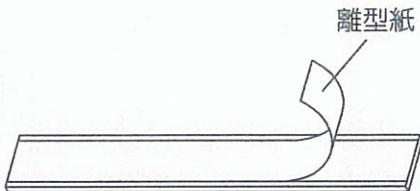

図12-3-2
②ミラー見切り部材の離型紙を剥がしてください。(図12-3-2)